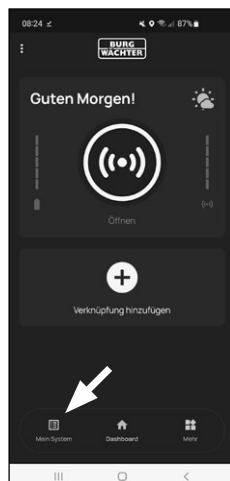

Abb. 4
- 7 Es erscheint der Hauptschirm der BURGsmart App. Öffnen Sie das Menü „Mein System“ unten links (Abb. 4).